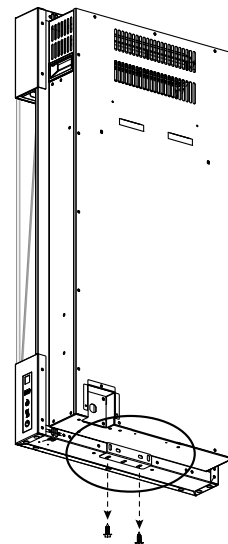

Fig. 1
3. Retirer le support inférieur (**Fig. 1**). Mettre de côté.